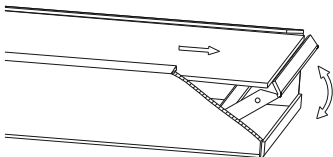

Рисунок 1
- на торце панели повернуть прижимную планку и по направляющим снять с панели рассеиватель (рисунок 1);